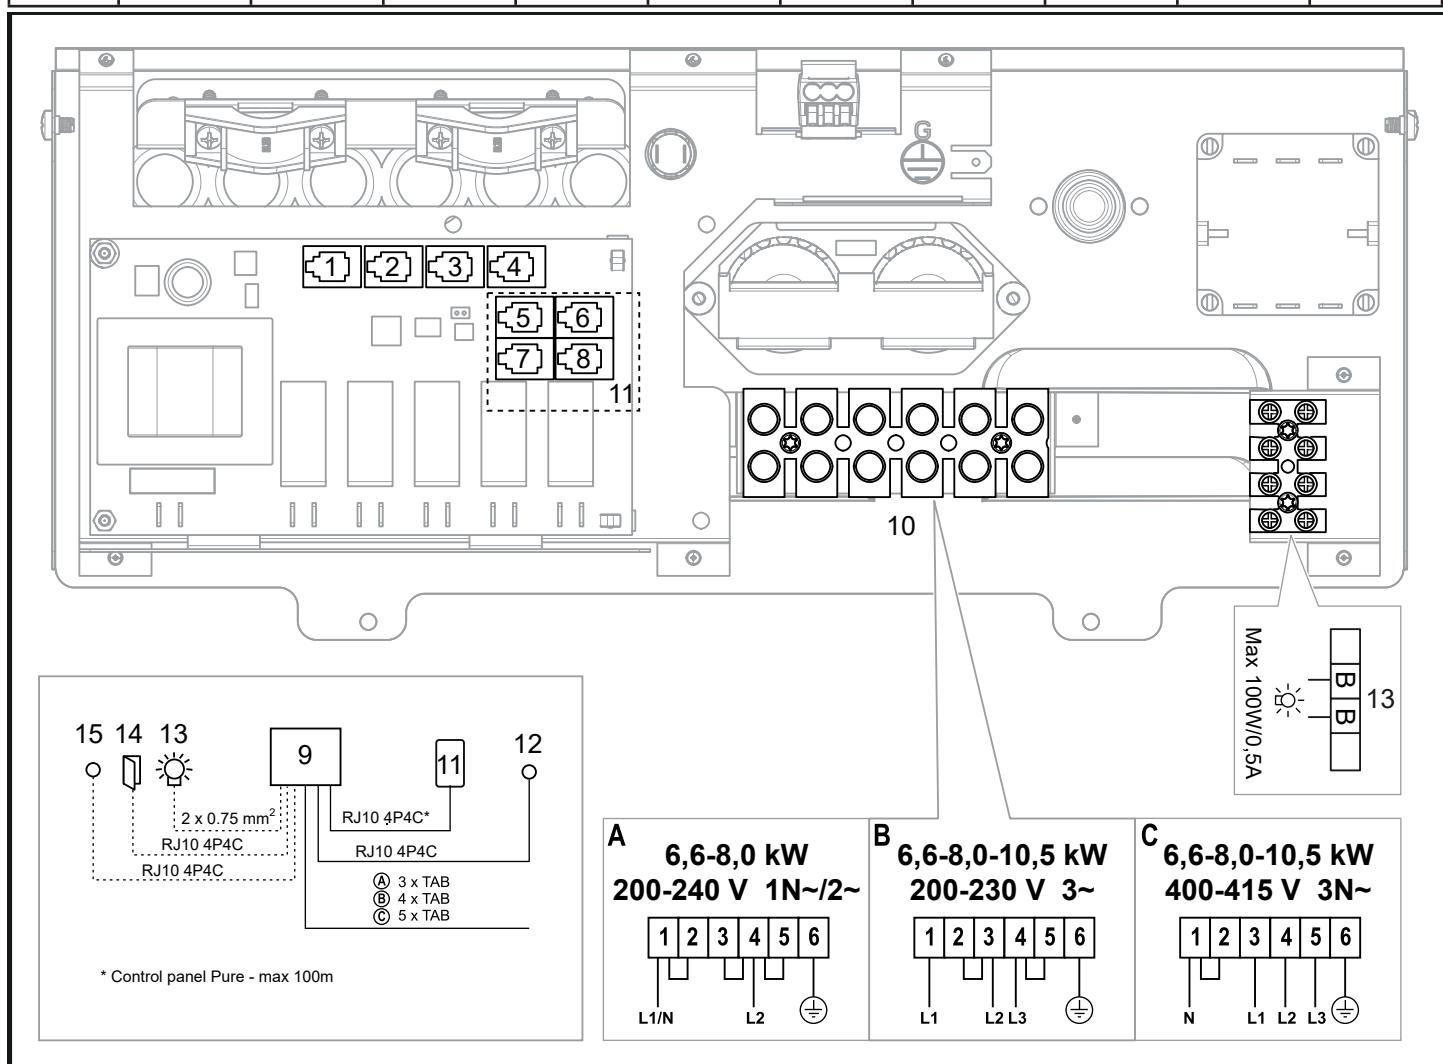

Fig 17: Kopplingsschema
5. Anslut sensors kabel (6) till NTC-kontakten på kretskortet (position 1) (5) (se Avsnittet Anslutning/kopplingsschema, sidan 5) enligt kopplingsschema (se Avsnittet Anslutning/kopplingsschema, sidan 5).
6. Anslut eventuell kabel till belysning (7) se Fig 9, till plint (8) enligt kopplingsschema Fig 17, sidan 5.
Vid inkoppling till spänningar eller fas-tal, som inte anges i kopplingsschema Fig 17, kontakta Tylö kundservice.